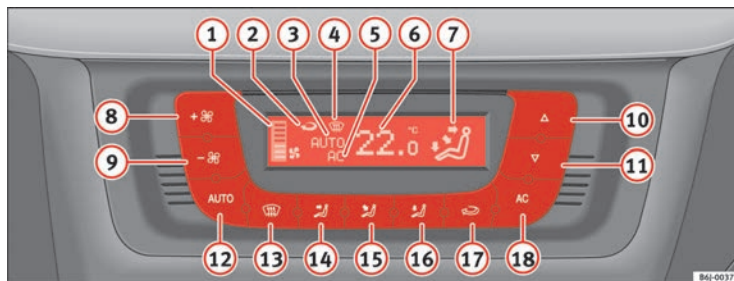

Fig. 91 Sulla plancia della strumentazione: comandi del Climatronic
- Per impostare la temperatura desiderata bisogna ruotare la manopola ⇒ pag. 129, fig. 91 **10**.
- Premere il tasto **AUTO**. Viene visualizzata l'indicazione ⇒ pag. 129, fig. 91 **7**.
- Premere uno dei tasti compresi tra ⇒ pag. 129, fig. 91 **14** e **16** oppure premere la manopola del ventilatore **8** e **9**. Si spegne l'indicazione **3**.
Il ventilatore si regola tramite i tasti **8** e **9** ⇒ pag. 129, fig. 91. Se la ventola è spenta (sullo schermo non è indicato nessun livello **1**) e si tiene premuto il tasto **9**, si spegne il Climatronic. In tal caso sul display comparirà la scritta **OFF**.
- Per attivare e disattivare la funzione di ricircolo si deve premere il tasto **3**. È attiva se sul display compare il simbolo **3** ⇒ pag. 129, fig. 91. ▶